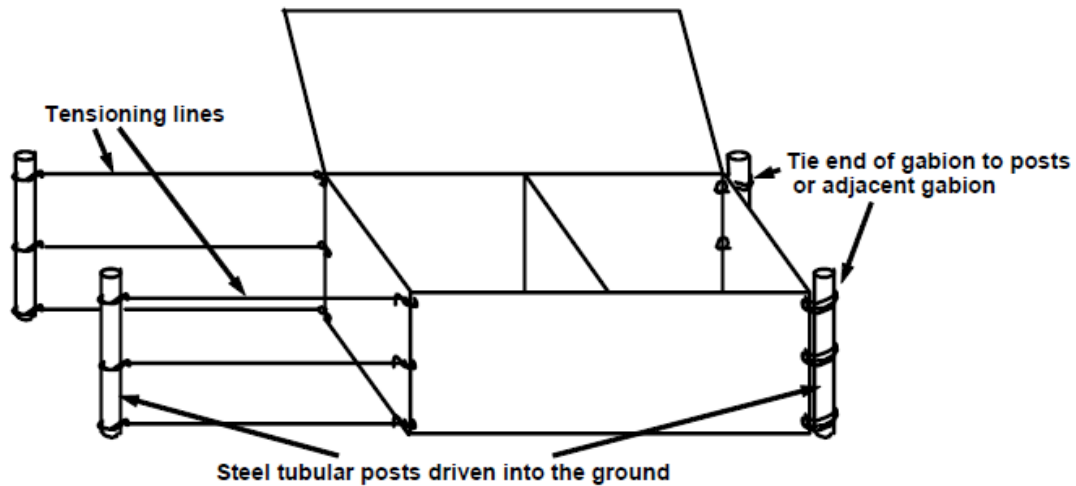

Figura 8: gavión tensado listo para el relleno
- 4.3: Antes de rellenar, los gaviones deben colocarse en la posición adecuada sobre la base preparada y tensarse para asegurar que la forma es correcta y, que las superficies expuestas están lisas. Una forma de lograr esto se muestra en la figura 8.